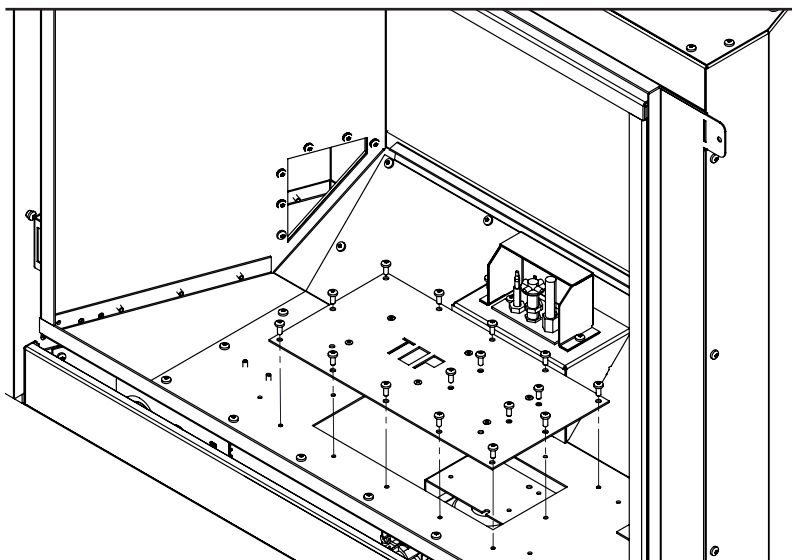

Figure 11. Retrait de la porte d'accès
Étape 2: Retirer la Haute détournement d'air en enlevant (2) T-20 boulons. Retirez la Basse détournement d'air.
Étape 3: Retirer le droit et le brûleur gauche est en enlevant (4) T-20 boulons.
Étape 4: Retirer les (16) T-20 vis de fixation de la porte d'accès, comme illustré sur la figure 11.